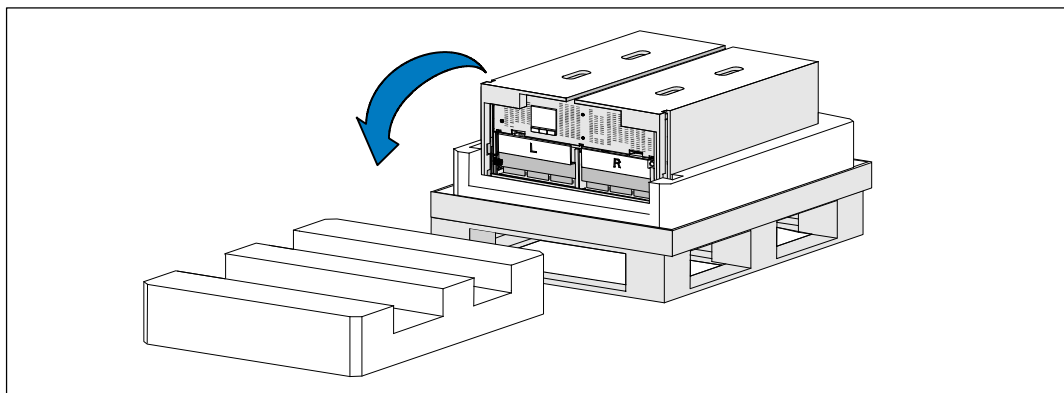

図 6. 上部発泡スチロール部分の取り外し方
- 4 上部のスタイロフォーム部分を取り外して、近くの平らな安定した表面上に置きます（図 6 を参照）。